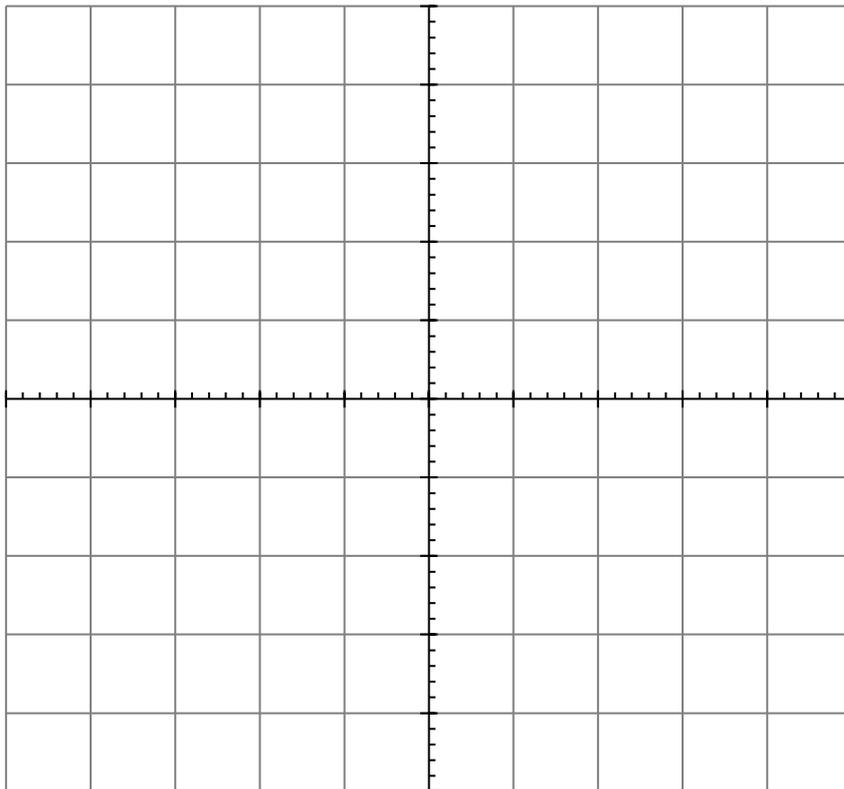

Рисунок 3 – Осциллограмма передних фронтов прямоугольных импульсов
– зарисовать нарастания передних фронтов импульсов на рисунок 3 и отметить на нем время задержки и время нарастания фронта;